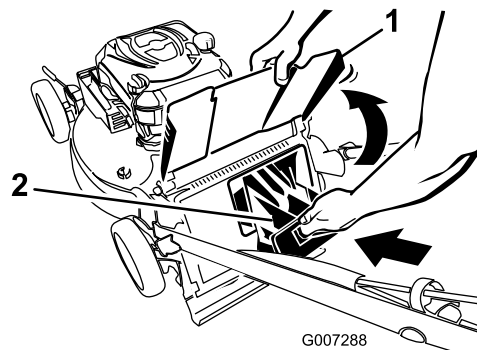

Figura 24
4. Riposizionate il coperchio di scarico posteriore (Figura 24)